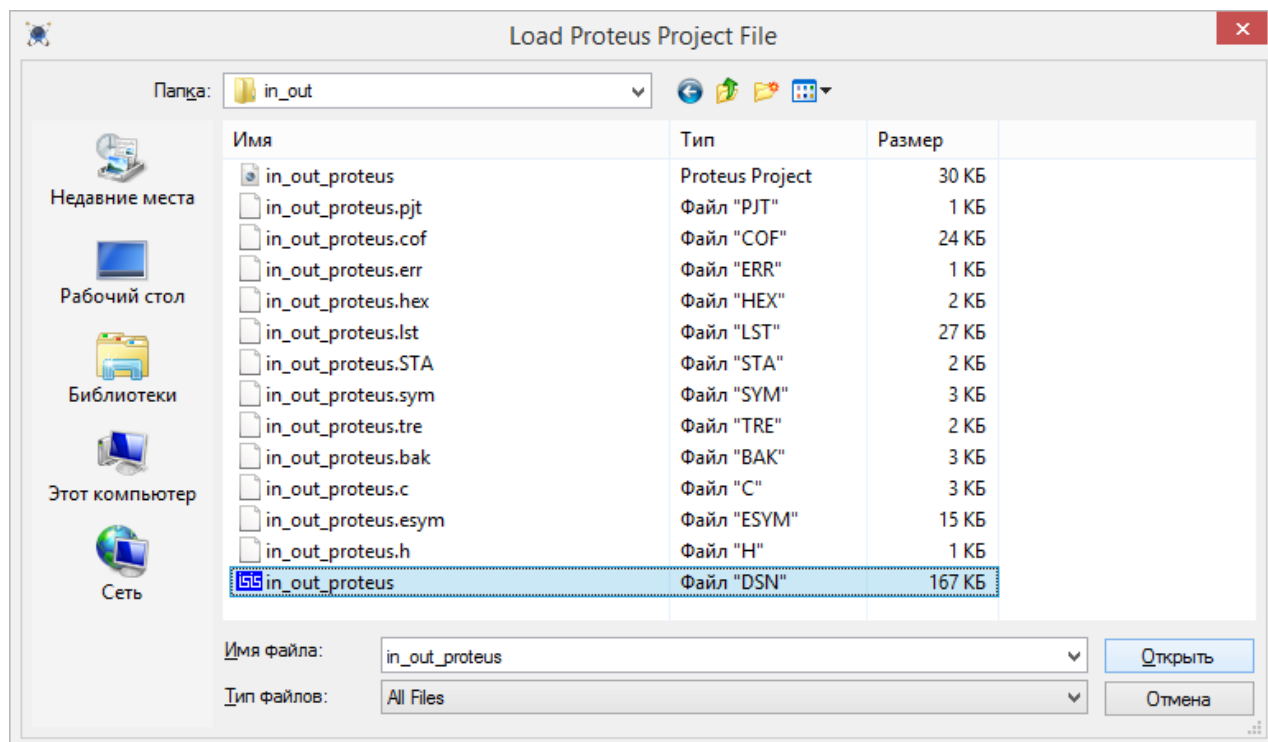

Рисунок 2.38 – Відкриття файлу проекту у середовищі моделювання «**Proteus**»
5. Відкрити файл проекту з розширенням ***.DSN** (рис. 2.38).